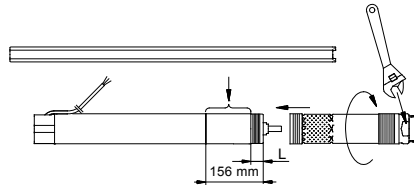

Fig. 6
1. Placera motorn horisontellt i ett skruvstöd och spänn fast den, se fig. 6.
OBS: Pumpaxeln måste kugga i motoraxeln. En skiftnyckel kan användas på pumpdelens spännnyttor, se fig. 6.